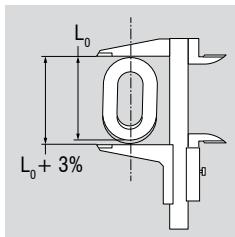

Fig. 10: Desgaste o alargamiento inadmisible de un elemento de cadena
- Se considera que un elemento de cadena presenta un desgaste o alargamiento inadmisible si la medida nominal de la longitud interior se supera en un 5 %. Esto se corresponde con un alargamiento exterior del 3 % (fig. 10)